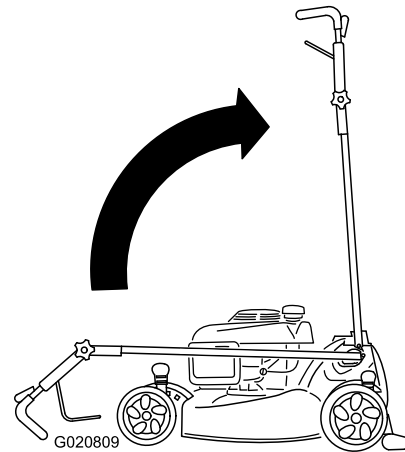

Bild 52
2. Schieben Sie den Griff in die hochgestellte Stellung (Bild 52).